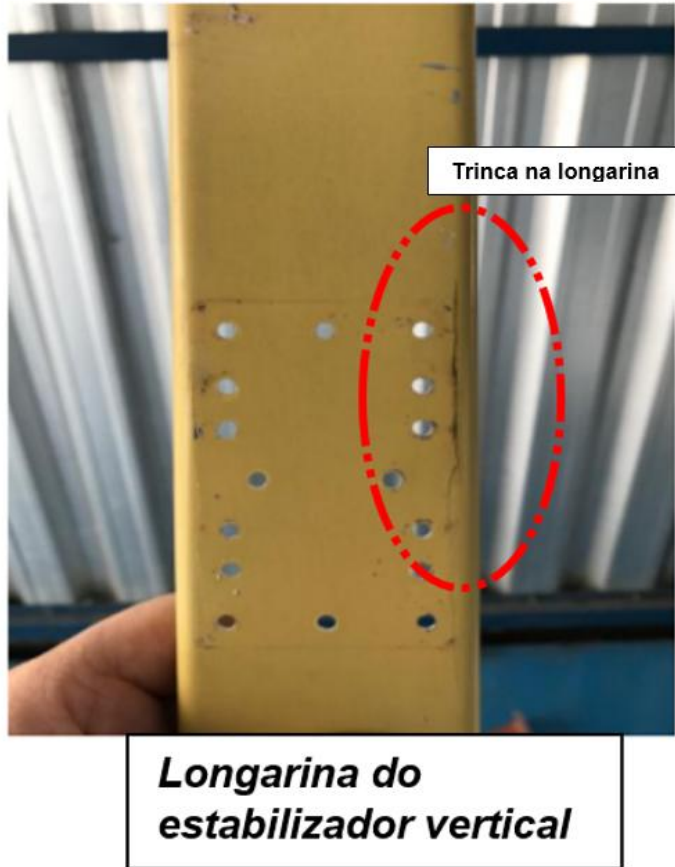

Figura 2
- 2- Verificar se há trinca na longarina do leme (conforme figura 2).